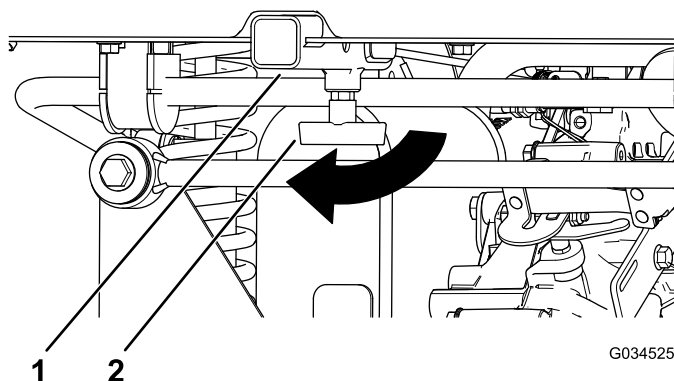

Figure 6
5. Desserrez la poignée en "T" sur le tube récepteur (Figure 6).